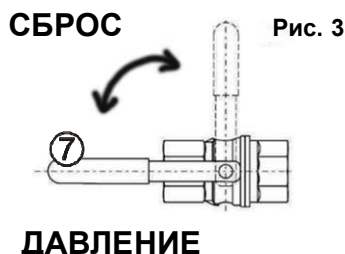

Рис. 3
- Рукоятку (**7**) переведите в вертикальное положение, рис. 3.
- Подайте сжатый воздух в бак, переведя рукоятку (7) в горизонтальное положение, рис. 3.
- После завершения уплотнения сбросьте давление в баке, переведя рукоятку (7) в вертикальное положение, рис. 3. Время уплотнения определяется по рекомендациям Изготовителя массы.